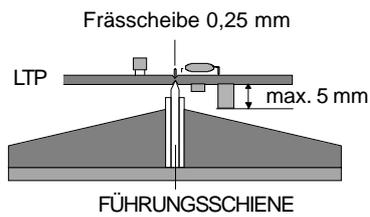

Abb. 4
- Bauteilhöhe bis 5 mm (s. Seite 7 Abb. 4).